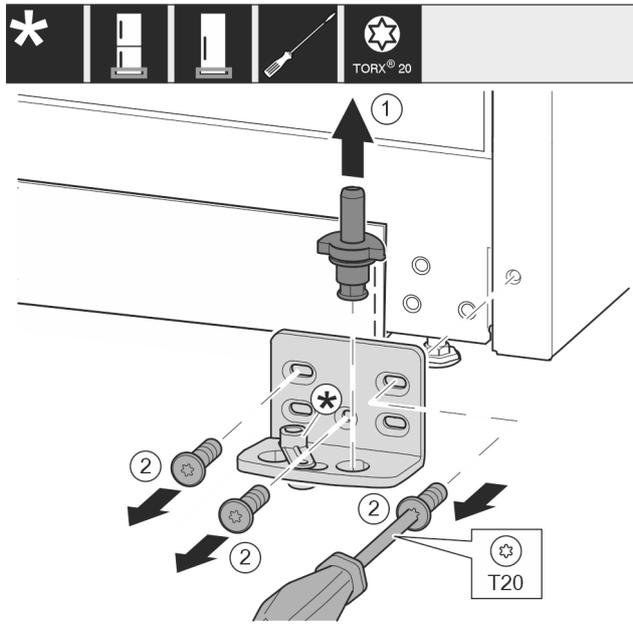

Fig. 15
- ▶ Izvucite svornjak ležaja Fig. 15 (1) potpuno prema gore.
- ▶ Odvijačem odvrtnite vijke Fig. 15 (2) i skinite podložak ležaja.